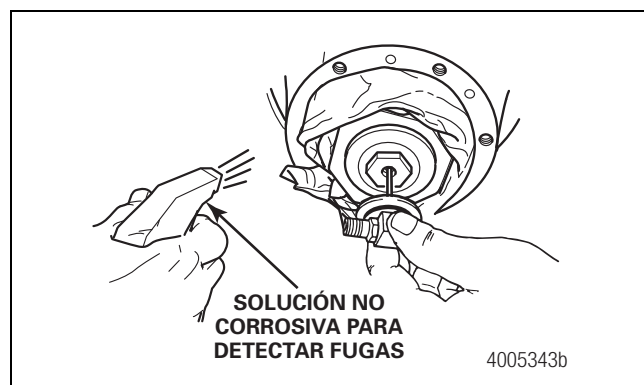

Figura 3.34
- G. Asegúrese de mantener la T recta dentro del eje. Rocíe el área del tapón de presión del eje con una solución no corrosiva para detectar fugas de aire en busca de fugas. Figura 3.34.